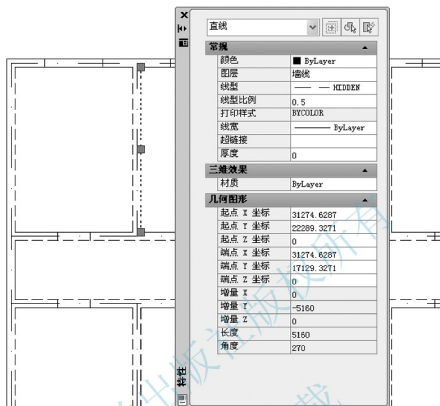

图 5.25 修改线型比例
(3) 修改虚线的线型比例：取消夹点后，可以看出虚线的线段太长、不美观。接下来修改虚线的线型比例以改变虚线的显示。
(4) 如图 5.25 所示，在命令行无命令的状态下选中其中一条虚线，单击【标准】工具栏上的 图标，打开【特性】对话框，将线型比例由“1”改为“0.5”，然后关闭对话框。可以发现虚线的显示状态随线型比例发生了变化。